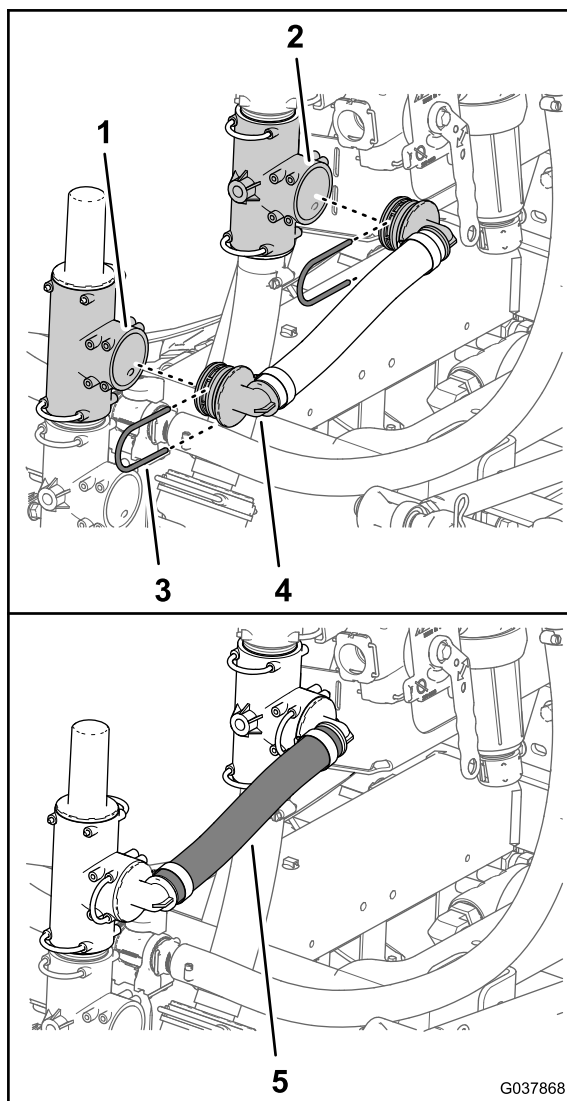

Figura 70
- Montate il raccordo a 90° del flessibile di sfiato della pressione - 25 x 298 mm (1 x 11-3/4 poll.) nel foro aperto del raccordo a T nella valvola di sfiato della pressione (Figura 70).
- Montate il raccordo a 90° del flessibile di sfiato della pressione nel foro aperto del raccordo a T inferiore (Figura 70).
- Fissate i raccordi a 90° al raccordo a T (Figura 70) con i 2 fermi che avete rimosso al passaggio 1 e 2 di Spostamento della valvola di sfiato della pressione \(pagina 32\).